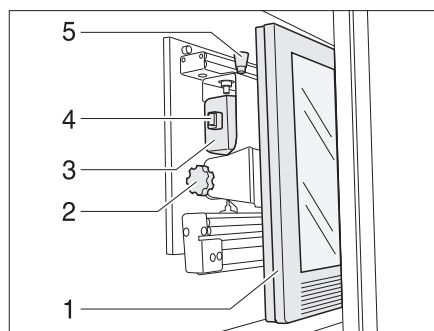

Fig. 61 Armario de TV
- Presionar el botón de desbloqueo (Fig. 61,5) y tirar el soporte para la pantalla plana hacia adelante hasta el tope agarrándolo del tirador (Fig. 61,4).
- Tirar del botón de desbloqueo (Fig. 61,1) y girar la pantalla plana (Fig. 61,2) a la posición deseada.
- Aflojar el tornillo moleteado (Fig. 61,3).